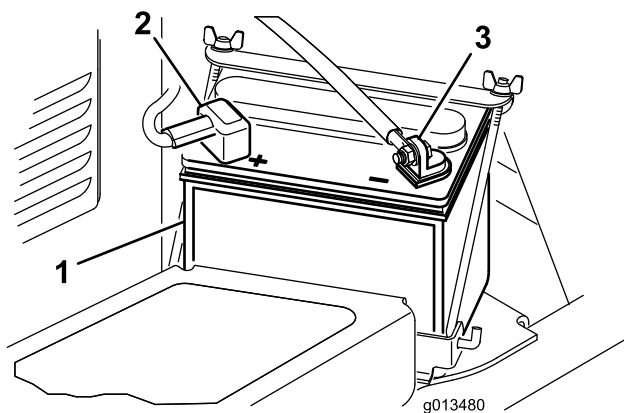

Figura 3
- Montate la batteria in sede, con il morsetto negativo verso l'esterno della macchina (Figura 3).
- Fissate il cavo positivo (rosso) al morsetto positivo (+) con un bullone da 5/16 x 5/8 poll. e un dado di bloccaggio (Figura 3).
- Fissate il cavetto nero e il cavo negativo (nero) al morsetto negativo (-) della batteria con un bullone (5/16 x 5/8 poll.) e un dado di bloccaggio (5/16 poll.) (Figura 3).